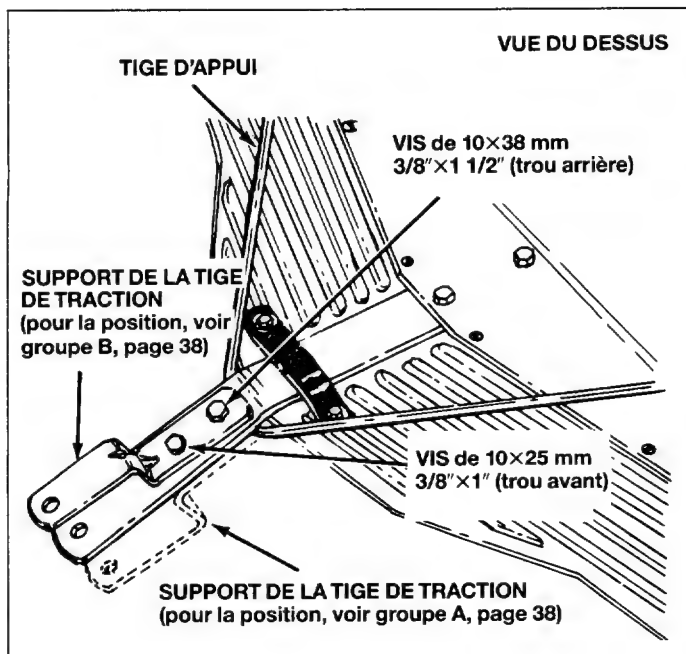

Fig. 6
REMARQUE. Avant le montage du support de traction sur la tige de traction, voir la figure 6 et la page 38, calculez la position qui convient le mieux pour votre tondeuse ou votre tracteur.
5. Fixez le support de traction sur la tige de traction à l'aide d'une vis à tête hexagonale de 10×25 mm (3/8"×1") (dans le trou avant) et le contre-écrou de 10 mm (3/8"). Ne le serrez pas encore. Voir les figures 6 et 7.
6. Installez le support de traction avec une vis à tête hexagonale de 10×38 mm (dans le trou arrière), une grande rondelle plate et un contre-écrou. Ne le serrez pas encore. Voir les figures 6 et 7.